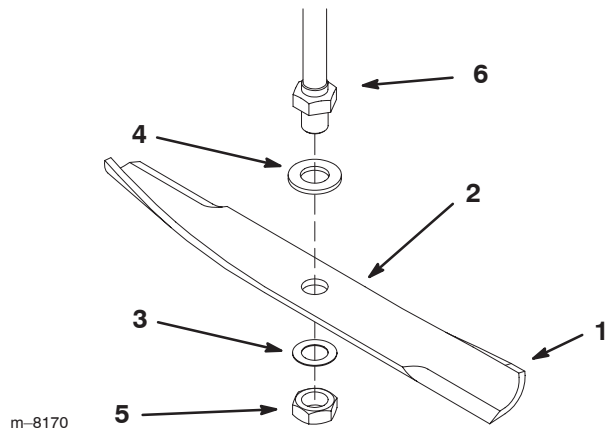

Figure 27
Tenez la lame à son extrémité avec un chiffon ou un gant épais. Enlevez l'écrou de lame, la petite rondelle plate, la lame et la grande rondelle plate de l'axe (Fig. 27).
1. Posez la grande rondelle plate et la lame sur l'axe (Fig. 27).
2. Montez la petite rondelle plate et l'écrou de lame (Fig. 27). Serrez l'écrou de lame à 108–135 Nm (80–100 pieds-livre).